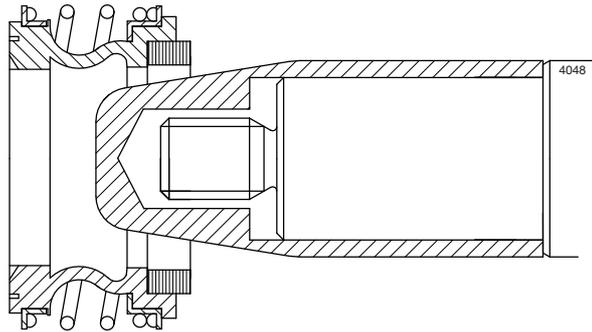

Abbildung 10: Spezielle Montagehülse.
- *Spezialwerkzeug: Die Montage der Gleitringdichtung ist einfacher, wenn Sie eine spezielle konische Montagehülse verwenden. Auf diese Weise werden die scharfen Kanten der Welle abgedeckt, sodass die Gefahr, die Dichtung bei der Montage zu beschädigen, geringer wird. Siehe Abbildung 10.*